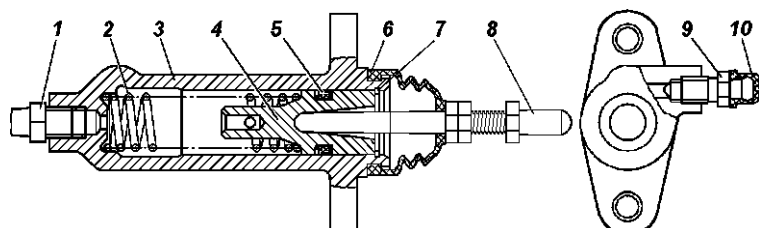

Рис. 5.5. Рабочий цилиндр выключения сцепления:
- отсоедините от рабочего цилиндра резиновый защитный колпак 6 (рис. 5.5) и выньте толкатель 8 вместе с колпаком;